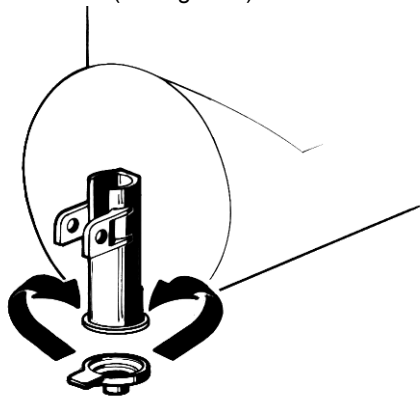

figure 5
**10** Réducteur de flux: quand le distributeur est utilisé pour refroidir des boissons, il est conseillé d'installer sur le robinet le réducteur de flux fourni (voir figure 5).